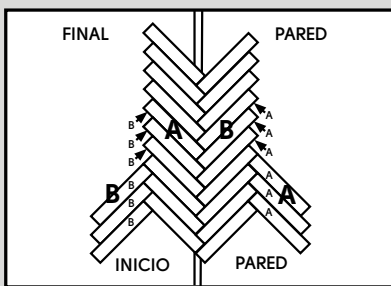

Fig. 7
8. Comience en la "pared de inicio" y deslice la junta final de una plancha «B» en el lateral de una plancha «A». Deslice la plancha «B» de nuevo en el extremo de la plancha «A» en ligero ángulo hasta que quede ajustada (Fig. 7). Nota: si hay alguna desviación de la línea central, el producto puede moverse hacia adelante y hacia atrás por el suelo (Fig. 7).